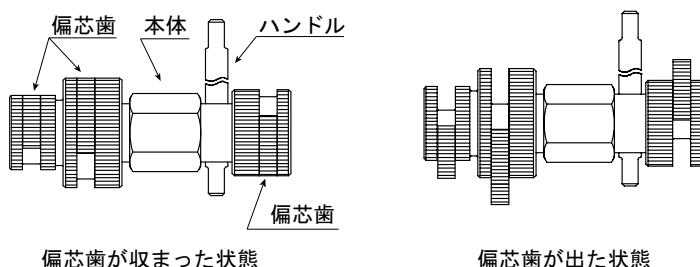

図 1
- ・ 偏芯歯が収まった状態で管に入れてください。(図 1)